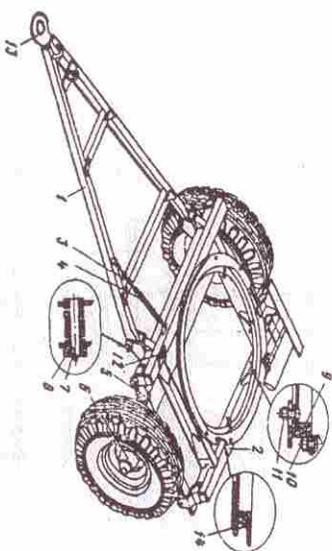

Рис. 4. Тележка поворотная:
4.3. Тележка поворотная (рис. 4). Поворотная тележка состоит из рамы 2, поворотного круга 9, стопора поворотного устройства 12, дашли 1, пружины 4, оси передней с колесами и тормозами 6, передней подвески 5
4.3.4. Дашли прицепа сварное, имеет вид жесткой треугольной рамы, состоящей из двух основных балок, соединенных между собой поперечинами. Спидная петля 13 (см. рис. 4) крепится к дашли с помощью сварки.